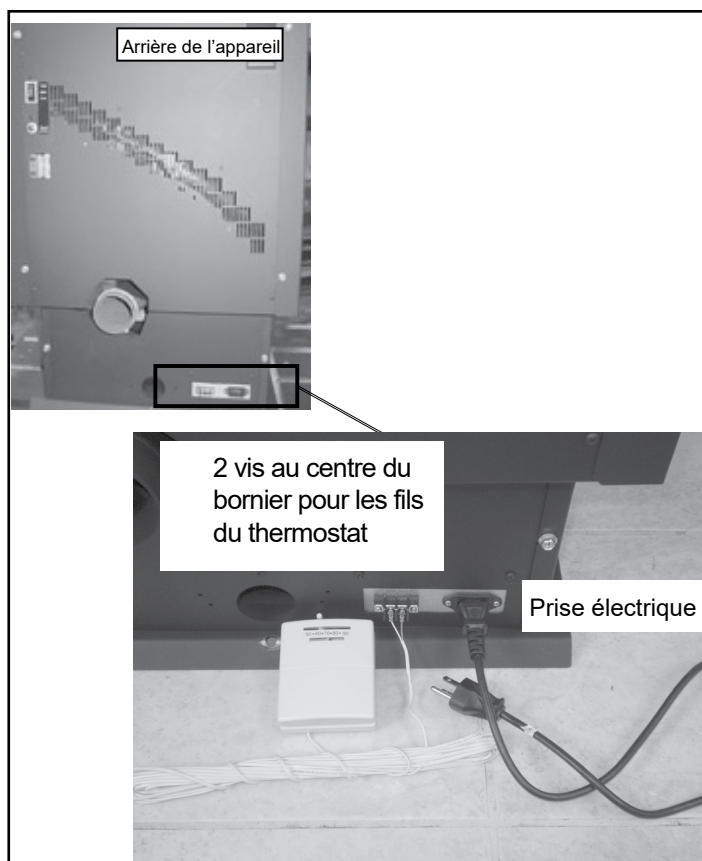

Figure 23.1
3. Un bornier à 4 vis est situé dans l'angle inférieur gauche du poêle, directement au-dessus de la prise du cordon électrique. Les 2 vis au centre du bornier sont destinées aux fils du thermostat. **Figure 23.1.**